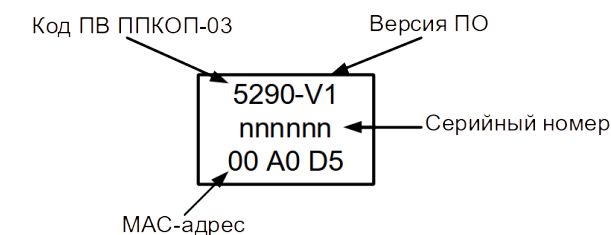

Рисунок 4 – Шильдик на плате ПВ ППКОП-03
- Поле **«MAC адрес»** содержит уникальный трехбайтовый код, который присваивается ПВ ППКОП-03 на этапе производства. Значение MAC-адреса указано на шильдике, который приклеен на лицевой стороне платы (см. рисунок 4).